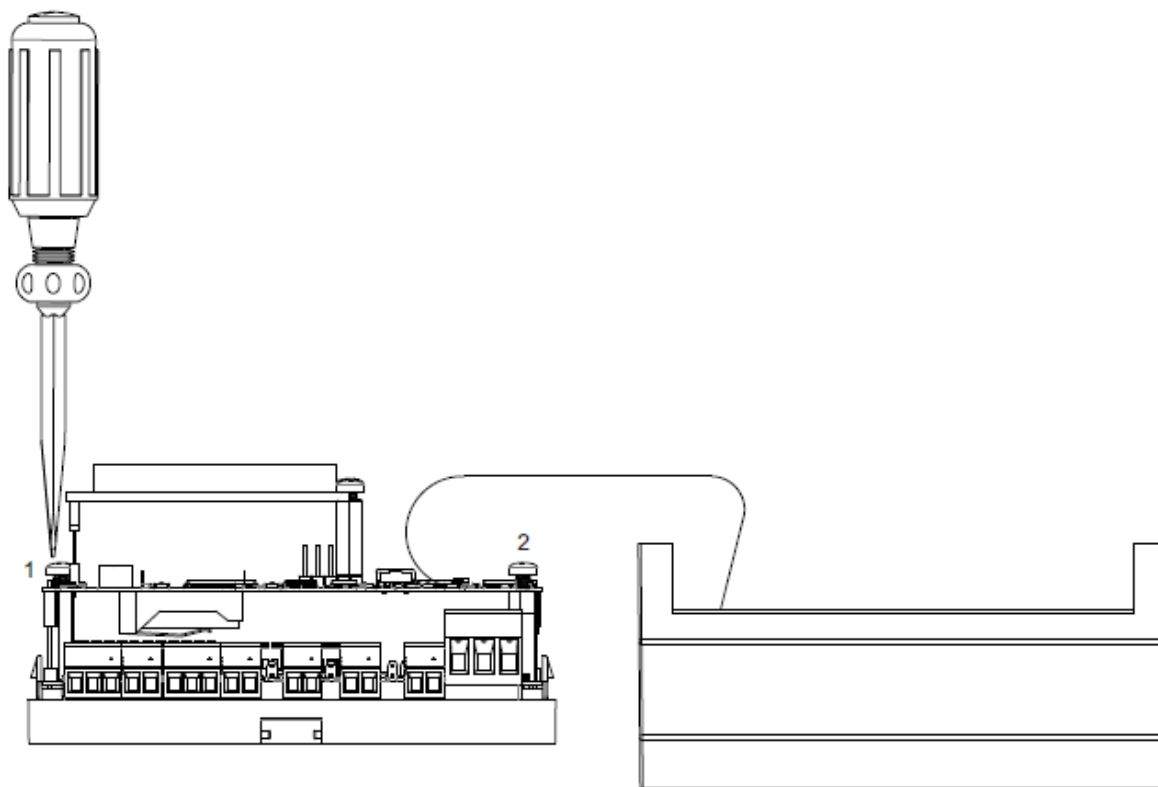

Рисунок 26 – Откручивание винтов
- с помощью отвертки аккуратно снять верхнюю крышку корпуса МИР-103М, не повредив при этом шлейф клавиатуры, в соответствии с методикой п. 17.2 данного Руководства и отложить крышку в сторону так (см. рисунок 26);